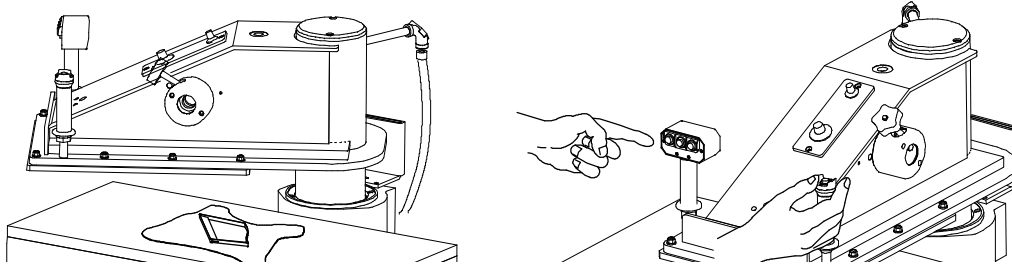

Abb. 16
- das Material auf dem Stanztisch ausbreiten (links Abb. 16).
- Nachdem der Hub über das Versellrad eingestellt wurde (es wird ein Hub von 7 ± 8 mm empfohlen), sind **gleichzeitig** der Kontrollknopf auf dem rechten Griff und der passende Knopf auf dem linken Griff (rechts Abb. 16) entsprechend der gesamten Messerlänge im Stanzmesser zu drücken, wobei ggf. auch die an den Knöpfen Nr. 1 und 3 angeschlossenen Potentiometer einzustellen sind. Dadurch wird eine höchste Stanzgenauigkeit bei kleinster Stanzklotzabnutzung gewährleistet.